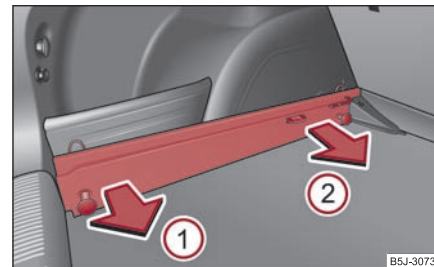

Fig. 85 Portbagajul: Scoaterea șinelor
- Apucați șina (A) în poziția ① ⇒ fig. 85 și eliberați-o trăgând în sensul indicat de săgeată. Pentru a facilita demontarea, puteți scoate compartimentele de depozitare demontabile* ⇒ pagina 87, „Compartimentele de depozitare* din portbagaj”.
- Apucați șina (A) în poziția ②, eliberați-o trăgând în sensul indicat de săgeată și scoateți-o.